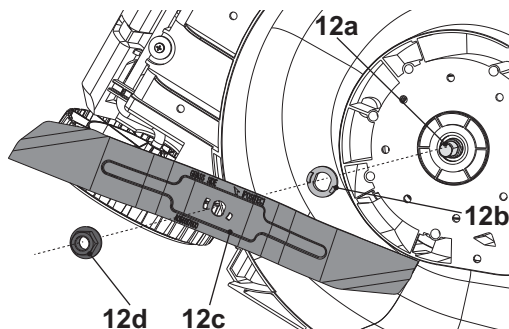

Fig. 17
4. Soltar a porca hexagonal (12d) no sentido contrário ao dos ponteiros do relógio usando uma chave adequada (tamanho 17 mm) e removê-la juntamente com a lâmina de corte (12c) (Fig. 17).